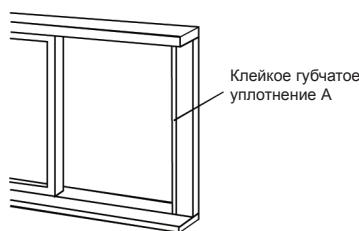

Рис. 14
1. Отрежьте губчатое уплотнение нужной длины и прикрепите его к оконной раме (см .рис.14).